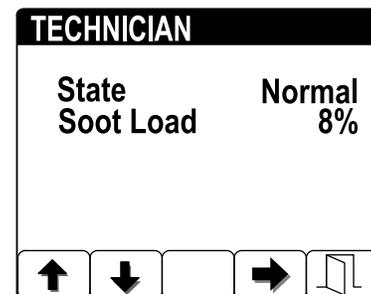

図 38
- すすの蓄積レベル DPF ので表示される 図 38を確認するすす蓄積表を参照